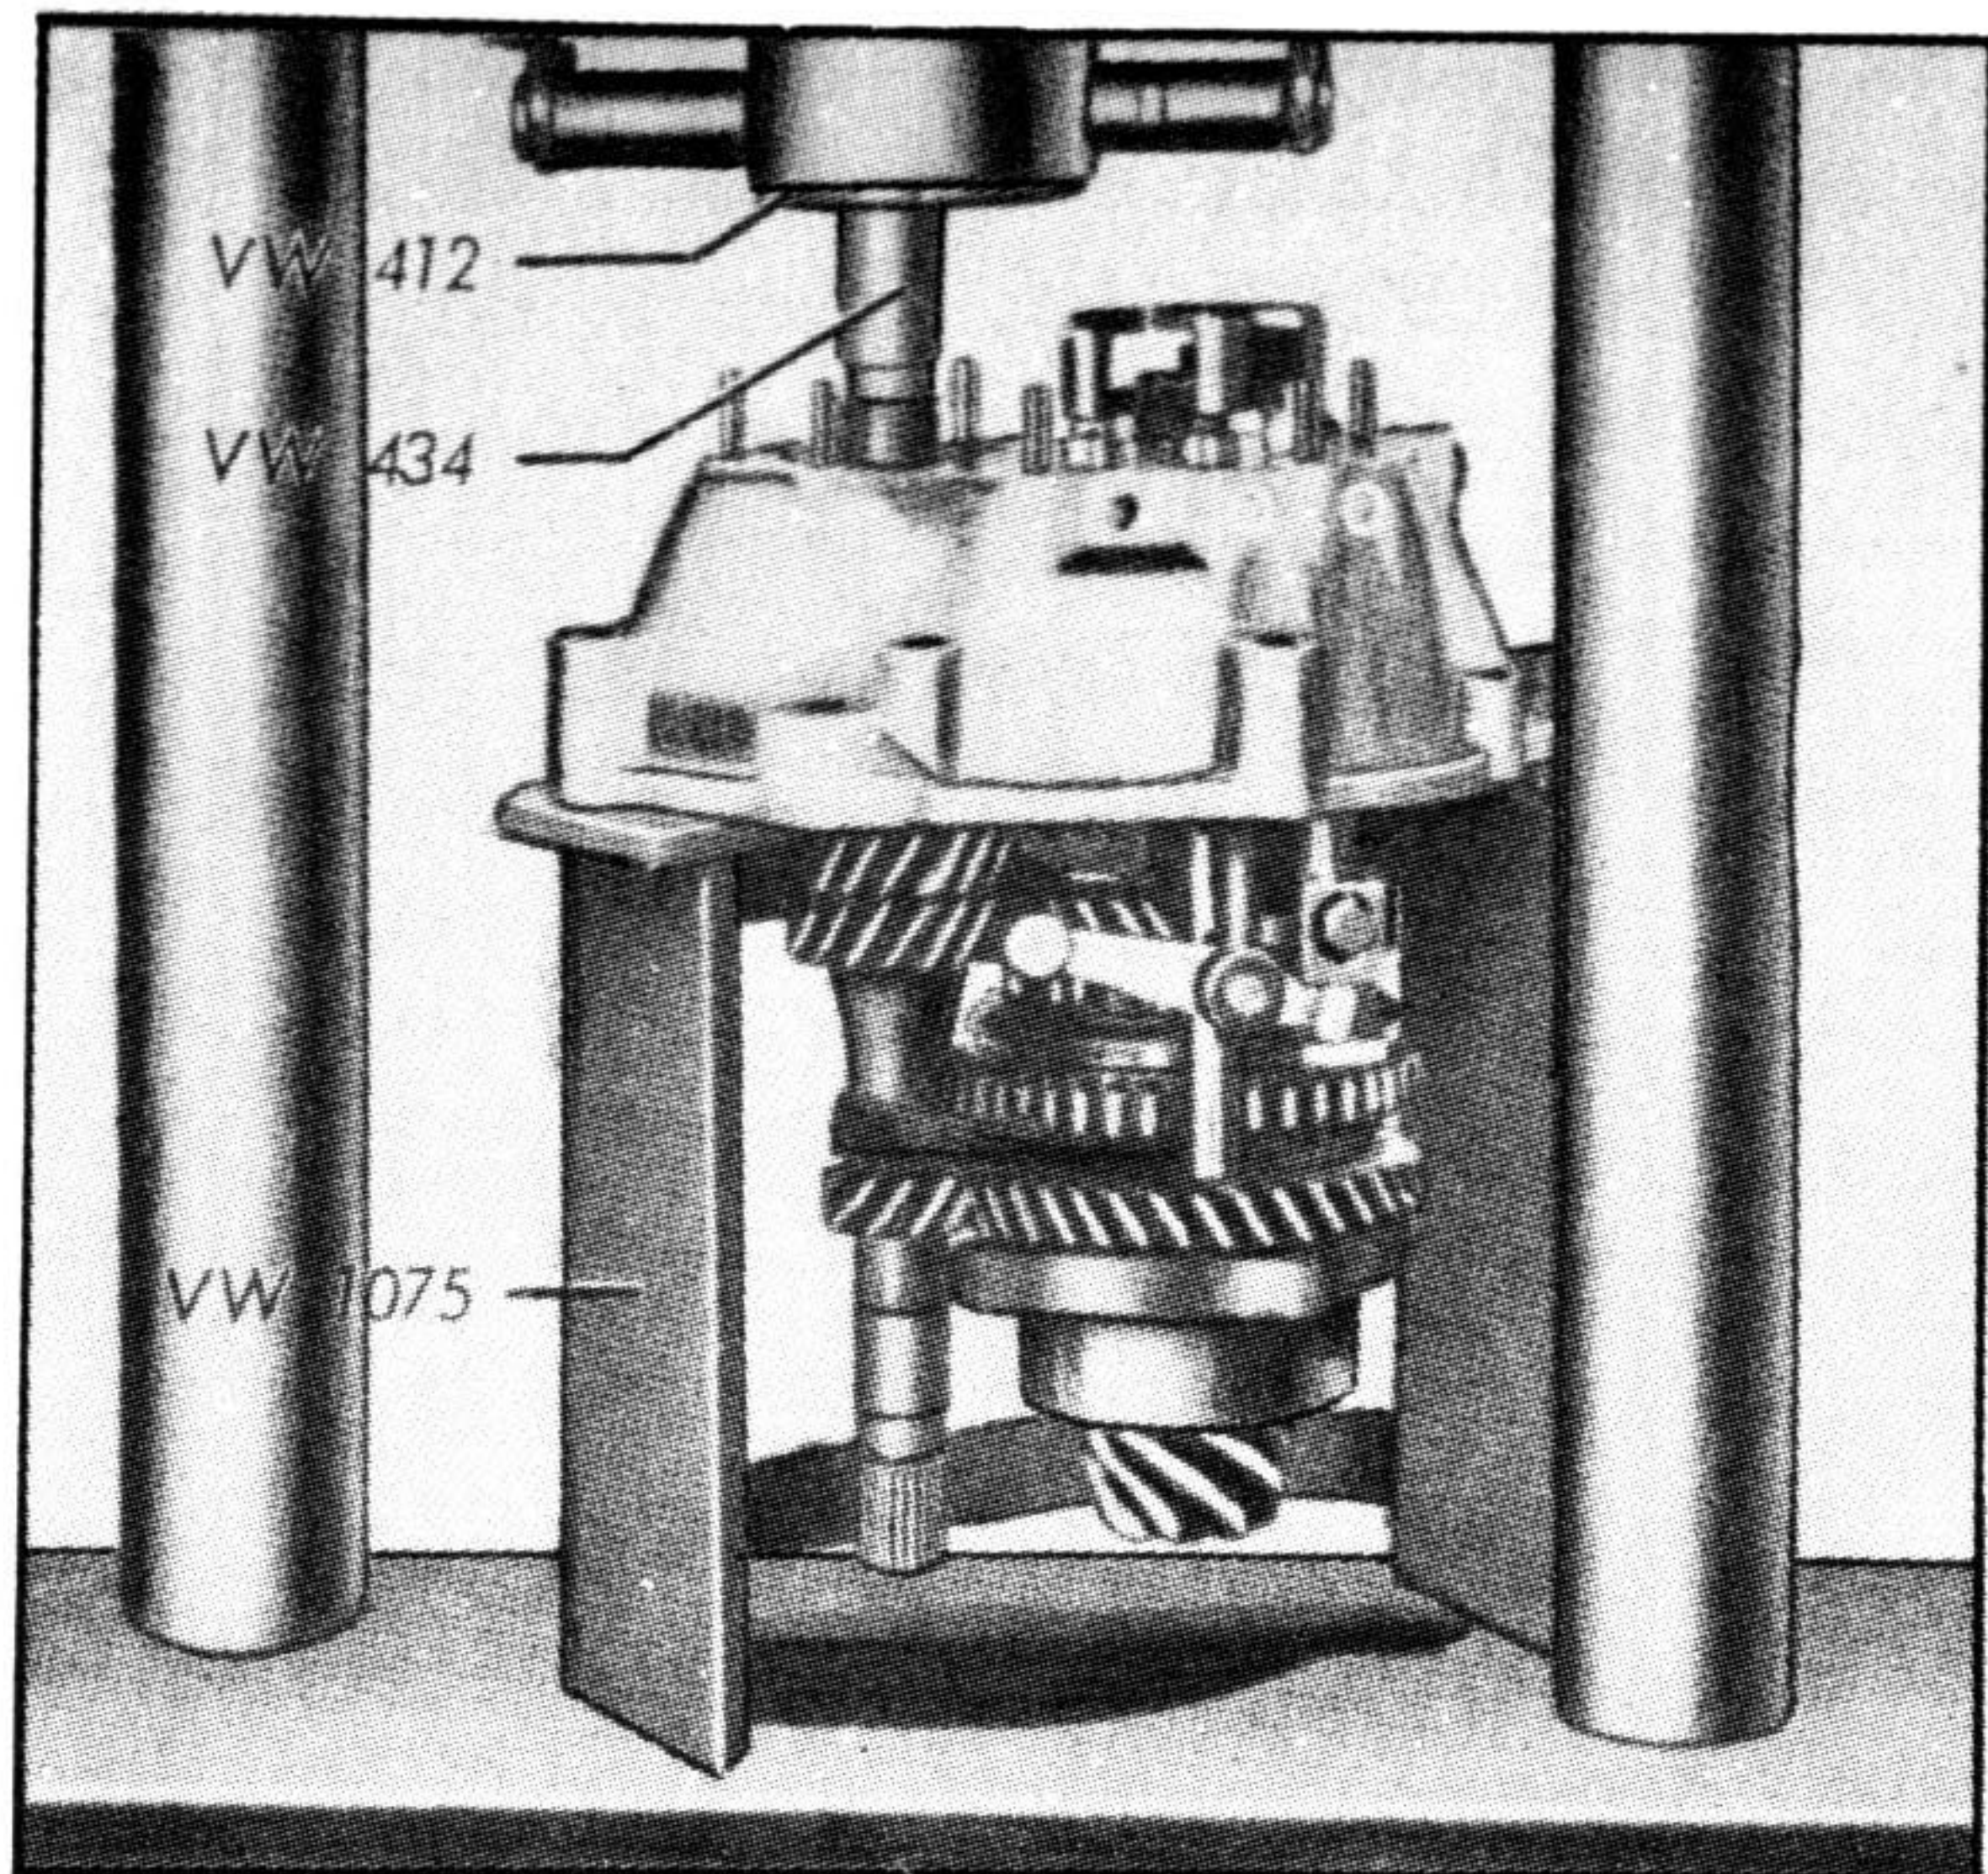

Fig. 3-K — Retirada do conjunto das duas árvores da caixa de mudanças, com auxílio da prensa e ferramentas auxiliares.
- A tampa da caixa de mudanças pode ser removida e para isso coloca-se em tórno do sincronizador de 1.^a e 2.^a e da árvore primária um anel de borracha, que serve para segurar essas peças durante sua retirada da carcaça com a prensa (fig. 3-K).